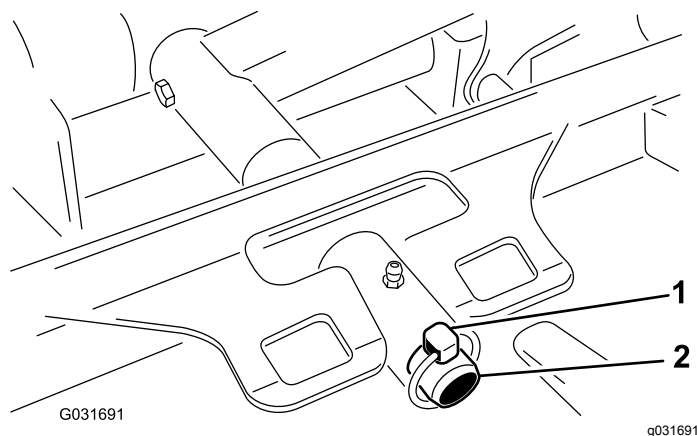

図 60
3. デッキのキャリアフレームを昇降アームのピボットピンに固定しているリンチピンを外す図 60。
3. デッキのキャリアフレームを昇降アームのピボットピンに入れ、リンチピンで固定する図 60。